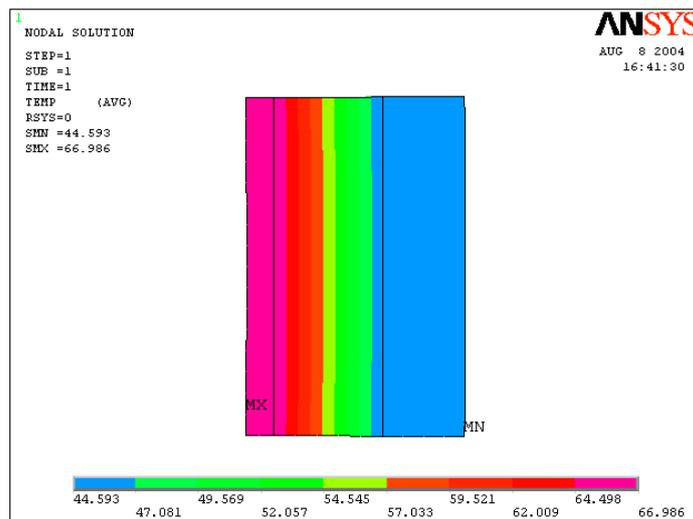

图11.16 温度等值线图
(17) 单击 **Main Menu>General Postproc>Plot Results>Contour Plot>Nodal Solu** 菜单，选择温度等值线结果，单击【OK】按钮，将得到如图 11.16 所示的温度分布图。